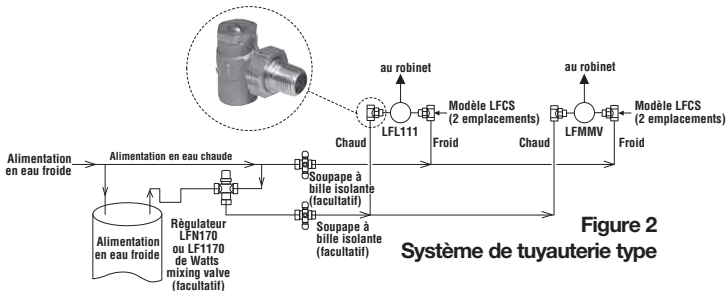

Figure 2
3. Installez le corps LFCS sur la tuyauterie d'alimentation (Figure 2).